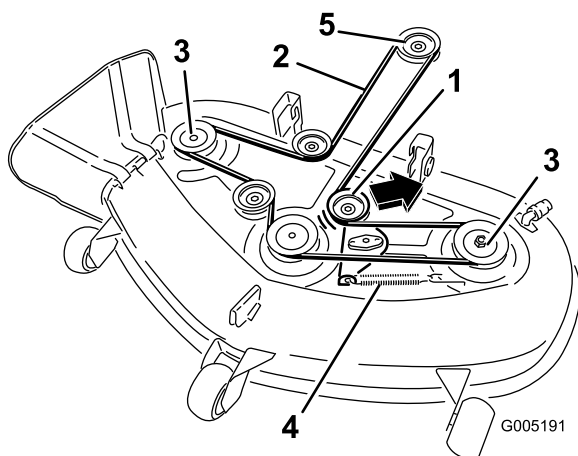

Figura 49
5. Tirate la puleggia tendicinghia nel senso riportato nella Figura 49, e togliete la cinghia dalle pulegge.
6. Montate la nuova cinghia attorno alla puleggia del motore ed a quelle del tosaerba (Figura 49).
7. Tirate la puleggia tendicinghia nel senso riportato nella Figura 49, e montatela sulla puleggia tendicinghia (Figura 49).